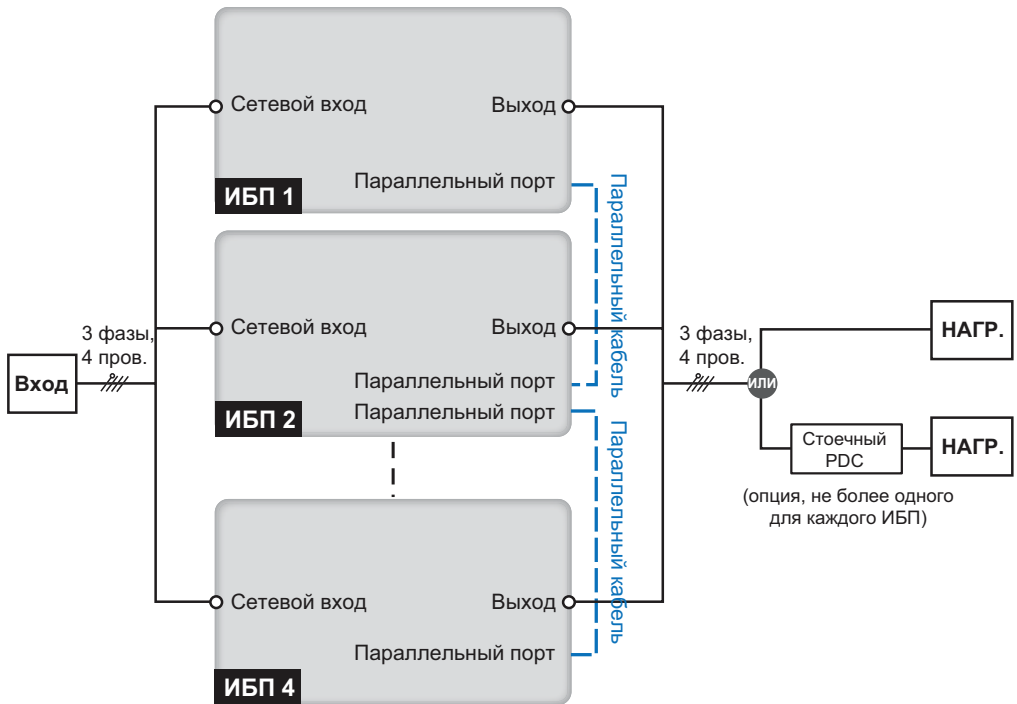

Рис. 5-9. Схема подключения в конфигурации с одним входом (система с параллельными ИБП)
2. Подключите к блоку зажимов электросеть переменного тока (к сетевому входу), нагрузку или кабинет распределения электропитания, внешний батарейный кабинет; заземлите ИБП. См. **Рис. 5-7** и **Рис. 5-9**. Следуйте указаниям Руководства по эксплуатации PDC относительно монтажа, подключения, вентиляции и работы с этим устройством. В автономном режиме необходимо использовать либо внешний батарейный кабинет (не более четырёх), либо батарейный модуль (опция, не более четырёх). Одновременное использование батарейных кабинетов и батарейных модулей запрещается! Подключать ИБП одновременно к PDC и непосредственно к нагрузкам запрещается. Более подробная информация изложена в разделах **5.6 Внешний батарейный кабинет** и **5.7 Батарейный модуль**.